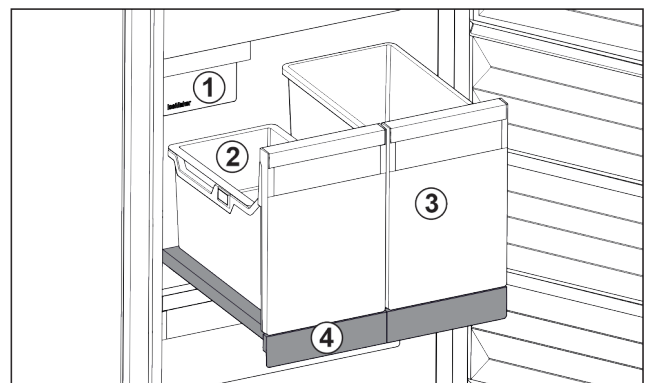

Fig. 98 Ripiano estraibile con IceTower
- (1) IceMaker
- (2) Vaschetta da agganciare per cubetti di ghiaccio
- (3) Contenitori ad es. per pizza, bevande alcoliche
- (4) Ripiano estraibile
Sul ripiano estraibile ci sono due contenitori alti (IceTower). I cubetti di ghiaccio dall'IceMaker vengono raccolti e conservati nel contenitore Fig. 98 (2). Il contenitore Fig. 98 (3) è adatto per conservare alimenti alti come pizze o bevande alcoliche.